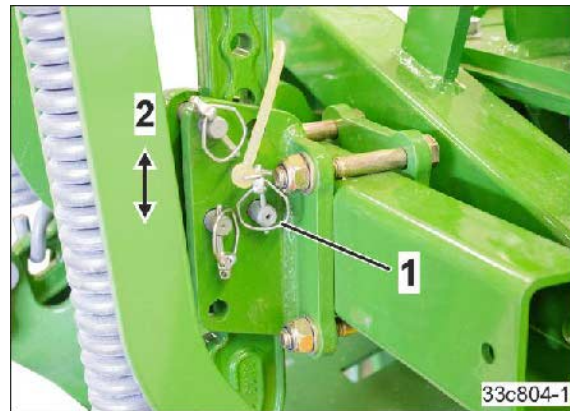

Fig. 116
1. Retirer la goupille d'arrêt (Fig. 116/1)
5. Bloquer le boulon de sûreté avec la goupille d'arrêt (Fig. 116/1)
4. Retirer l'efface-traces par la moulure de poignée du logement de l'effaceur de traces (Fig. 116/3)
- Amener l'effaceur de traces dans la position souhaitée (Fig. 116/3)